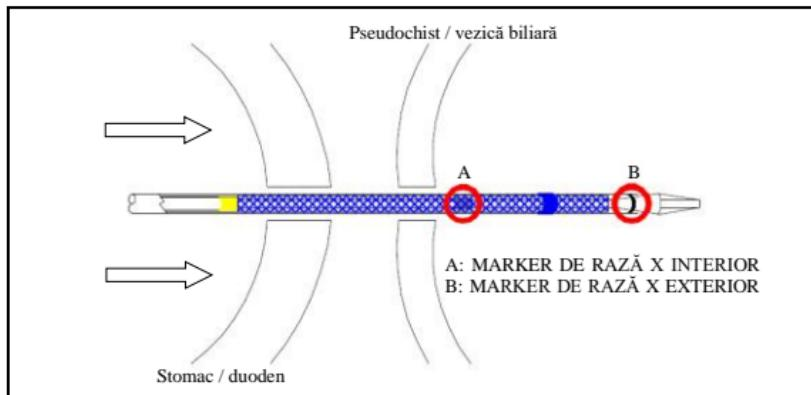

Figura 3
- Sub ghidare fluoroscopică și endoscopică, posiționați sistemul de poziționare al stentului prin electrocauterizare [HDS-10]. Markerul de rază X interior („A” din Figura 3) trebuie să treacă prin peretele pseudochistului sau al vezicii biliare.